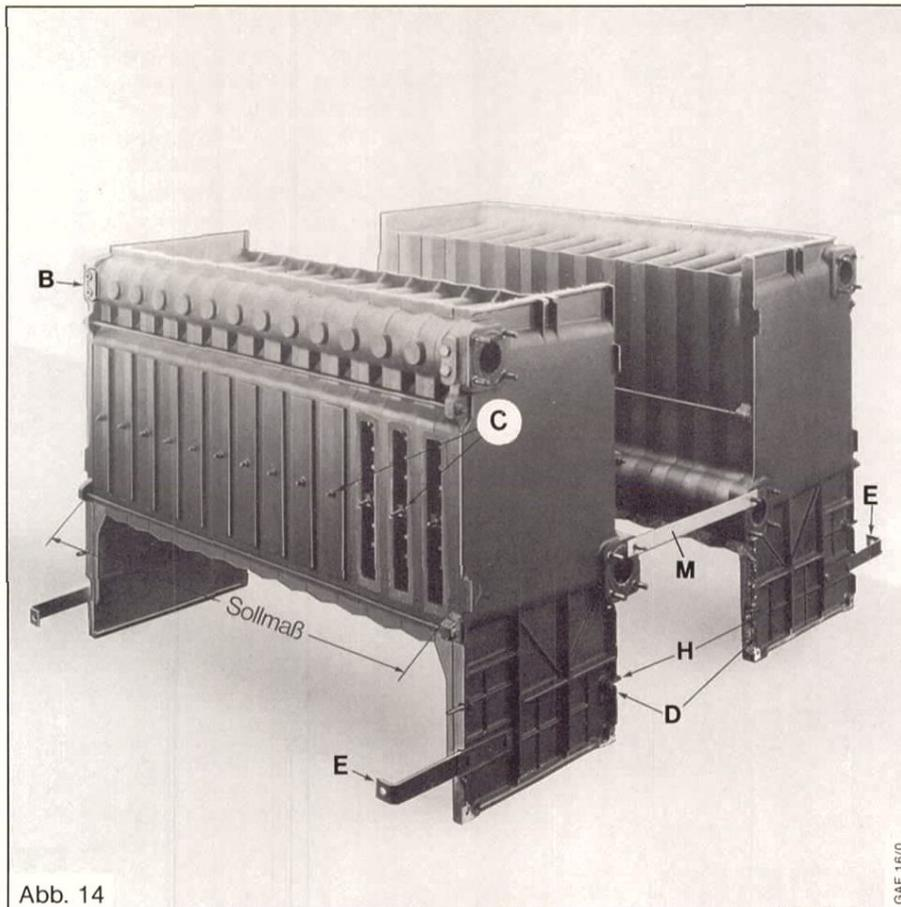
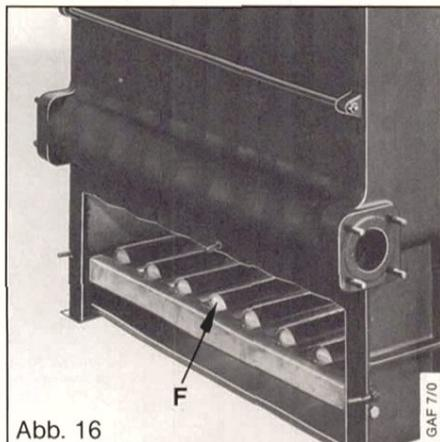
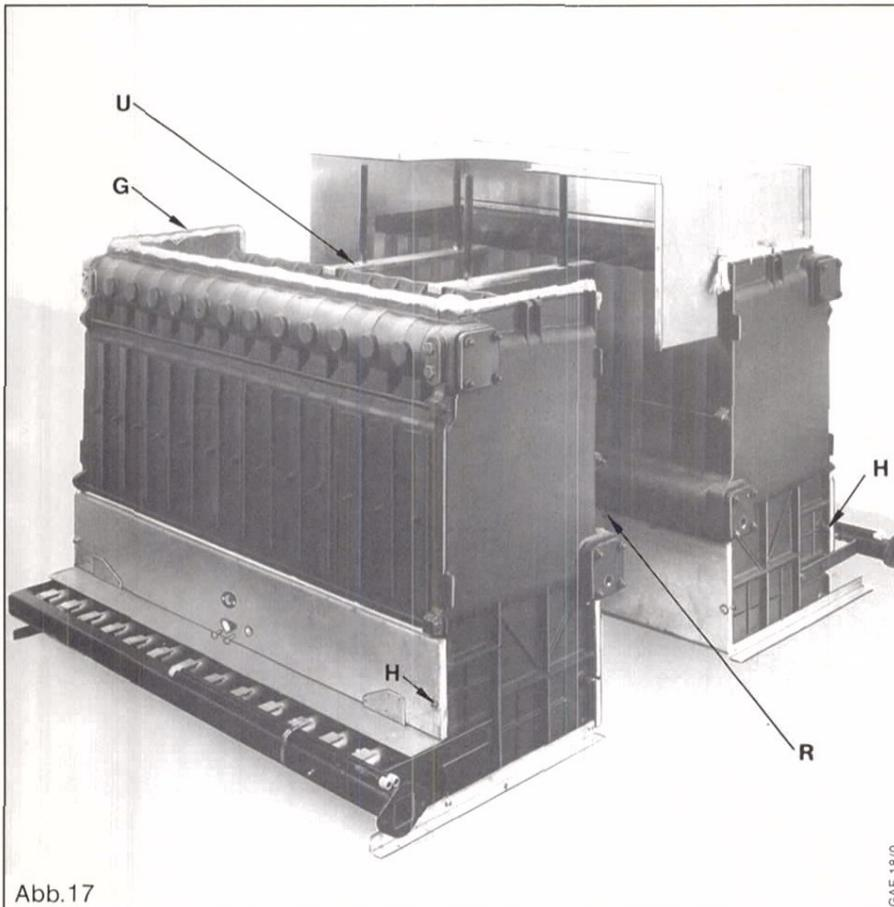
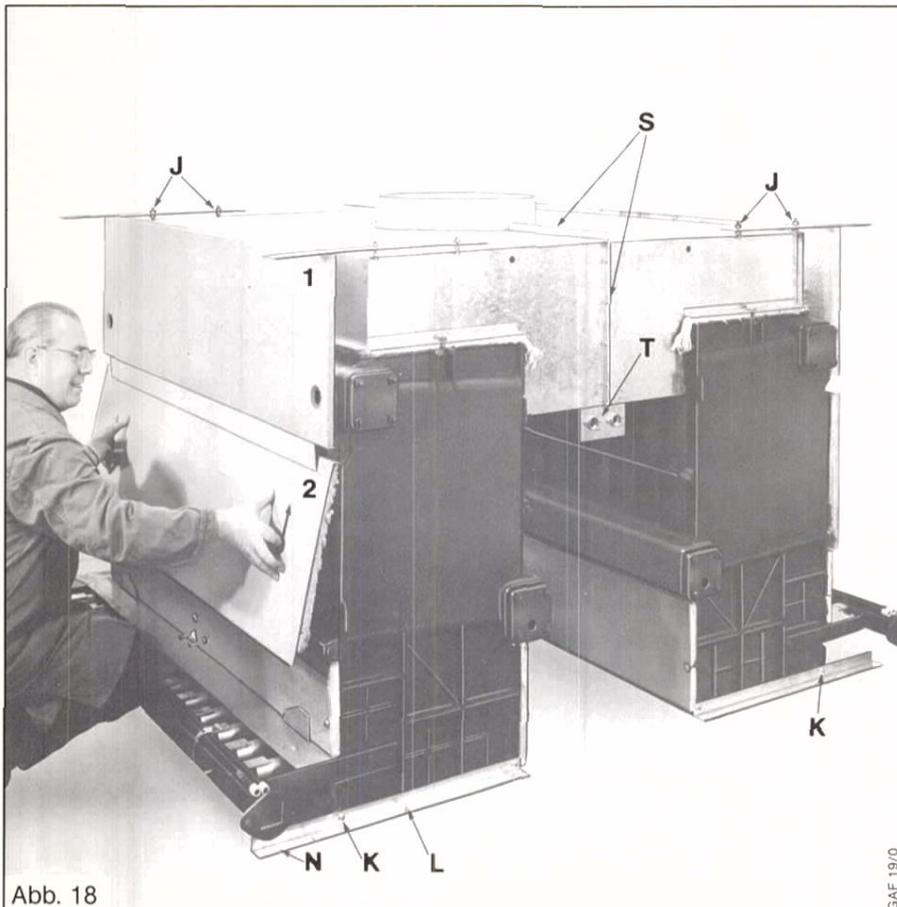

Abb. 14
Abb. 16
Abb. 17
Abb. 18
Dichtungen nicht vergessen. In die Bohrung R1/2" jedes Endgliedes mit Vorlaufanschluß Schutzrohr für Instrumententafel einschrauben, (B) Abb. 14.
Hammerschraube in die Aussparung innerhalb der Reinigungsöffnung einführen und mit Mutter befestigen. Reinigungsdeckel über die Schrauben schieben und mit den Messingmuttern fest verschrauben, (C) Abb. 14.
In Bohrung (D), Abb. 14, der Endglieder Sechskantschraube nach innen durchstecken und mit Mutter kontern. Auf lagewinkel auf die Sechskantschraube auflegen und mit 1 Sechskantmutter auf der Gasstraßenseite befestigen, Abb. 16. Haltewinkel für Verteilerrohr so an Endglieder anschrauben, daß die Ausführung mit Rundloch sich auf der Gasstraßenseite befindet, (E) Abb. 14. Verteilerrohr mit Ovalflansch zur Gasstraßenseite anschrauben.
Brenner einlegen, darauf achten, daß die Zapfen (F), Abb. 16, der Brenner in die Schlitze des Auf lagewinkels einrasten und die Vorderseite der Brenner auf den Düsen im Gasverteilerrohr aufliegt.
Brennerplatte und große Unterlegscheiben auf die Augenschrauben (H), Abb. 14, stecken und mit Sechskantmuttern fest verschrauben.
An der Rückseite der Mittelglieder jedes Kesselblockes befinden sich unten runde Aussparungen. Durch diese Aussparungen werden von der Innenseite Schrauben (R), Abb. 17, mit einer Mutter befestigt. Die Lage der Schrauben wird bestimmt durch die Bohrungen in der Brennraumplatte.
Augenschrauben (H), Abb. 14, mit Sechskantschrauben in den Aussparungen der Endglieder befestigen. Brennraumplatte und große Unterlegscheiben auf die Schrauben stecken und mit Sechskantmuttern fest verschrauben, Abb. 17.
Dichtleisten (G), Abb. 17, der Kesselblöcke mit Collall-Leim einstreichen und mitgelieferte Asbestschnur ankleben. Die Strömungssicherung besteht aus vormontierten Hälften. Abstützungen (U) rechts und links neben dem Abgasstutzen auf die Kesselblöcke aufsetzen.
Strömungssicherungshälften auf die Kesselblöcke aufsetzen, Asbestschnur (S) zwischenlegen, Abb. 18, und Hälften miteinander verschrauben.
Abgasstutzen mit Asbestschnur und Halteblech (T), Abb. 18, für Rückstromfühler anbauen.
Pro Kesselblock 1 Bodenblech von vorne unterhalb der Brenner auf die Gußleisten der Endglieder legen, Abb. 16. Die hintere Abkantung des Bleches zeigt nach oben, die rechte, linke und vordere Abkantung nach unten.
Als Träger der Haltebleche sind je Kesselblock 4 Sechskantschrauben (J), Abb. 18, mit der Strömungssicherung zu verbinden. Die Haltebleche werden durch je 4 Sechskantmutter in Höhe und Ausladung festgelegt.
Winkelleisten mit Sechskantschrauben (K), Abb. 18, an den Endgliedern wie folgt befestigen. Bei Sollmaß, Abb. 14, bis + 5 mm pro Schraube zwischen Kesselblock und Winkelleiste 2 Unterlegscheiben verwenden, bei Sollmaß von + 5,5 mm bis + 8 mm 1 Unterlegscheibe. Bei Sollmaß von + 8,5 mm bis + 10 mm ist keine Unterlegscheibe erforderlich.
Mantelblech, innen (1), Abb. 18, auf die vordere obere Ankerstange stellen und oben mit 2 Blechschrauben am Halteblech befestigen. Mantelblech, innen (2) oben unter die Blechzunge von Blech (1) stecken, nach oben schieben, an den Kessel anlegen und auf die untere Ankerstange absenken.
Mantelblech, seitlich (6), Abb. 20, auf die Stifte (L), Abb. 18, der Winkelleiste stellen und oben mit 2 Blechschrauben am Halteblech verschrauben. Fassonschrauben (M), Abb. 20, von Mantelblech, seitlich (6) in Blech (5) stecken, oben mit 1 Blechschraube am Halteblech und unten bei (N), Abb. 18, mit 1 Kreuzschlitzschraube M 5 an der Winkelleiste befestigen.